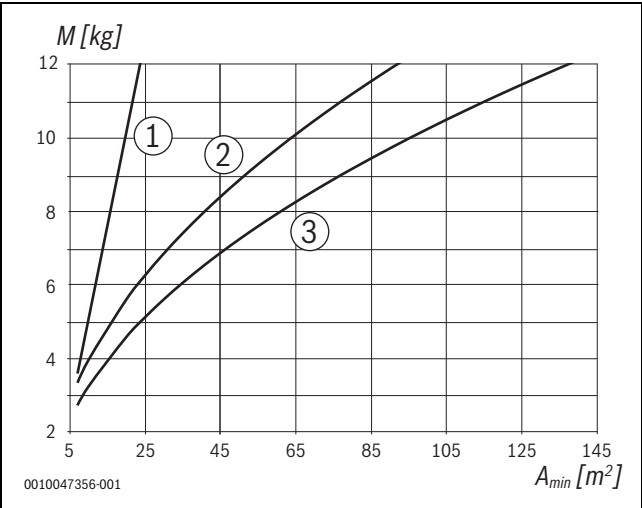

Fig. 254
- A área mínima da divisão deve satisfazer os valores correspondentes em fig. 254.